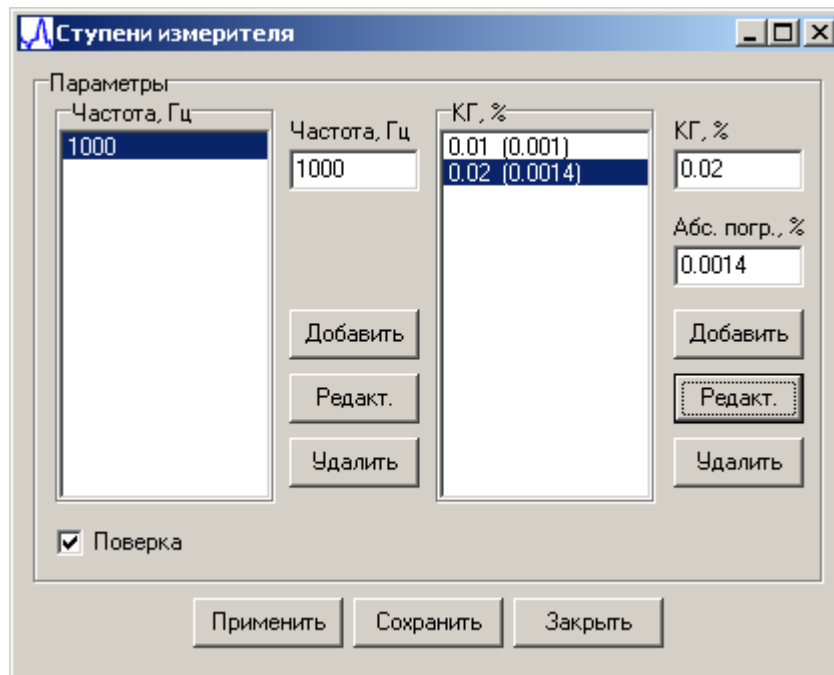

Рисунок 42. Редактирование введенных значений
6.5.2.6 Для редактирования введенных значений необходимо выделить строчку, в которую требуется внести изменения, исправить значение в соответствующем поле ввода и нажать кнопку «Редакт.» (см. рисунок 42).